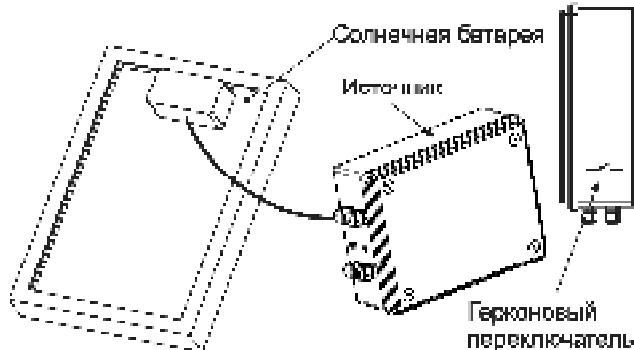
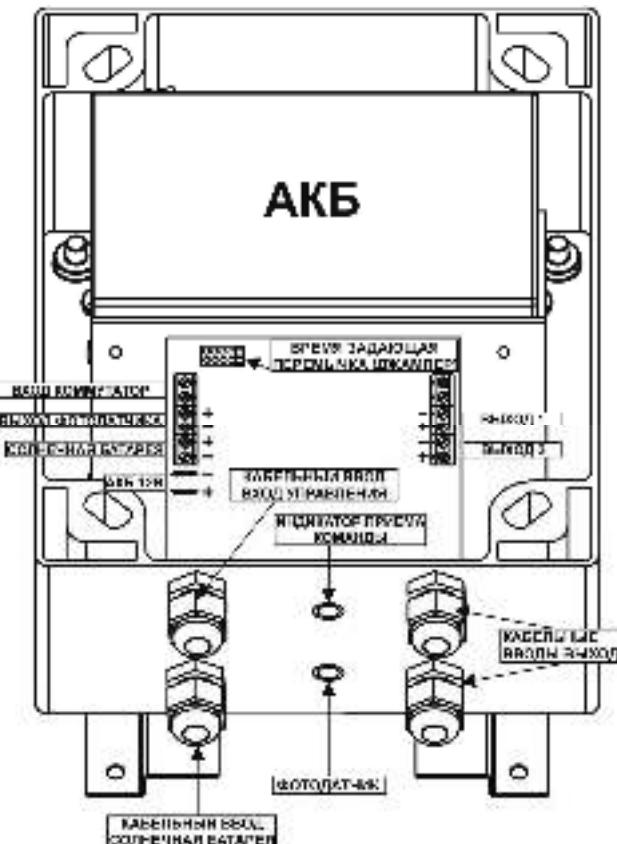

Рисунок 1 – общая схема подключения изделия к СБ
Рисунок 2 - вид изделия со снятой крышкой
положением времязадающей перемычки-джампера (см. таблицу 2 и рисунок 2), этот выход также отключается при отключении АКБ по разряду);
Изделие представляет собой устройство питания нагрузки от АКБ, заряжаемой от солнечной батареи, и размещенное в пластиковом корпусе, состоящем из днища и крышки (см. рисунок 1). АКБ устанавливается внутри корпуса.
Источник имеет четыре клеммные колодки для подключения входных и выходных проводных соединений, а так же клеммную колодку для подключения фотодатчика и клеммы для подключения АКБ, расположенные внутри источника (см. рисунок 2).
Источник оснащен герконовым переключателем, расположенным с внутренней стороны днища источника и светодиодным «ИНДИКАТОРОМ ПРИЕМА КОМАНДЫ» (см. рисунок 2).
Источник оснащен герконовым переключателем, предназначенный для запоминания порога освещенности, соответствующего включению выходов. Процесс запоминания инициируется поднесением магнита к месту расположения герконового переключателя (см. рисунок 1). При кратковременном замыкании происходит запоминание текущего уровня освещенности как порога «ДЕНЬ-НОЧЬ». Мигание светодиода «ИНДИКАТОР ПРИЕМА КОМАНДЫ» в течении 4...5 сек подтверждает запись (см. рисунок 2).
Выполните подключение внешних цепей к изделию в соответствии с назначением клемм подключения (см. рисунок 2) в следующей последовательности:
- Подвод соединительных линий осуществляется через кабельные вводы «ВЫХОД», «ВХОД УПРАВЛЕНИЯ» и «СОЛНЕЧНАЯ БАТАРЕЯ» (см. рисунок 2), которые расположены на нижней стенке корпуса изделия;
- Подключите аккумуляторную батарею (см. рисунок 2) к клеммам «АКБ» с учетом полярности (красный провод – к клемме «плюс» АКБ).
- Настройте порог срабатывания по уровню освещенности (подстраивается герконовым переключателем расположенным с внутренней стороны днища источника справа (см. рисунок 1)), для этого необходимо поднести магнит к месту расположения герконового переключателя, кратковременное замыкание
- Мигание светодиода «ИНДИКАТОРА ПРИЕМА КОМАНДЫ» в течении 4...5 сек подтверждает запись (см. рисунок 2).
При низком уровне освещенности СБ не происходит переключение в автономный режим работы от АКБ.	<p>а) Не настроен порог срабатывания фотодатчика по уровню освещенности. Настроить порог срабатывания по уровню освещенности, посредством герконового переключателя (см. рисунок 1);</p> <p>б) Проверить соединение на клеммах аккумулятора, обнаруженные неисправности устраниТЬ.</p> <p>в) Проверить напряжение на клеммах АКБ, при напряжении менее 11,0 В аккумуляторную батарею поставить на зарядку или заменить.</p>